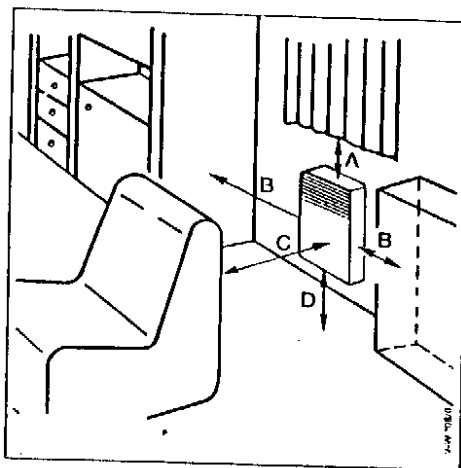

Рис. 2
- Никогда не вешайте прибор непосредственно вблизи гардин, штор или других подобных занавесей (см. рис. 2).
C = 75 см Рис. 2